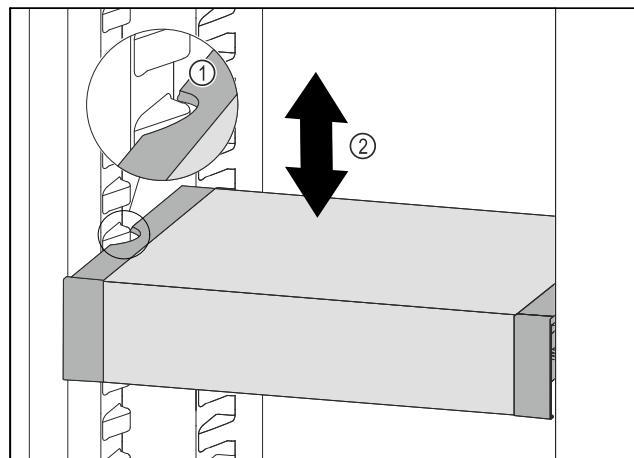

Fig. 103
- Тяните VarioSafe вперед, пока боковые выемки VarioSafe не окажутся на высоте выступа резервуара в холодильном отделении. Fig. 103 (1)
- Приподнимите VarioSafe спереди. Fig. 103 (2)
- ▶ Двигайте VarioSafe в холодильном отделении вверх или вниз, пока не будет достигнута требуемая высота. Fig. 103 (2)